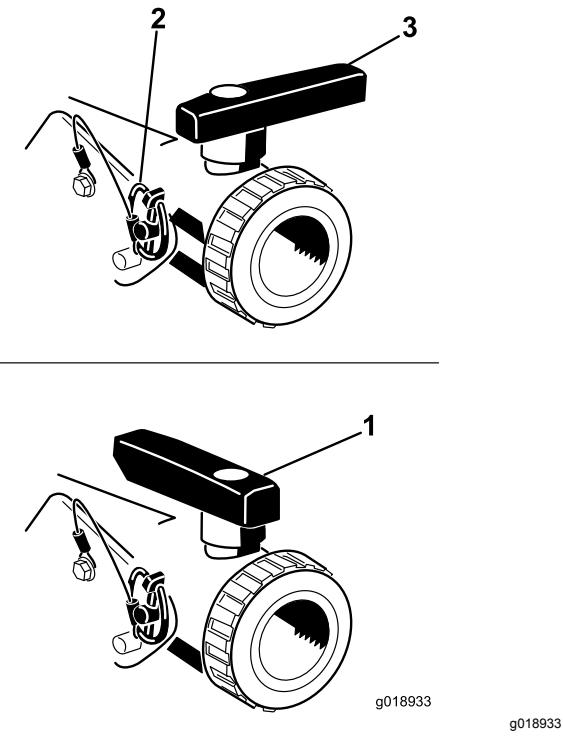

Figura 46
Utilice la manija de vaciado del depósito para vaciar del depósito cualquier material no utilizado, y elimine dicho material de acuerdo con la normativa local y las indicaciones del fabricante del mismo (Figura 46). Tras el vaciado, retire los pasadores de seguridad del soporte que fija la válvula de vaciado a la máquina y deje la válvula en el suelo. Así conseguirá vaciar todos los residuos existentes en la línea.
3. Cuando el depósito se haya vaciado completamente, instale la válvula en el bastidor montando el pasador de seguridad previamente retirado y cierre la válvula de vaciado (Figura 46).